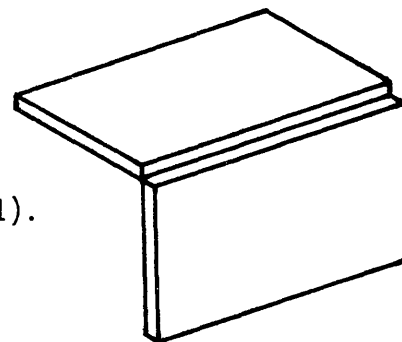

Fig. 1
- c Ubique las chapas para puntear (fig. 1).